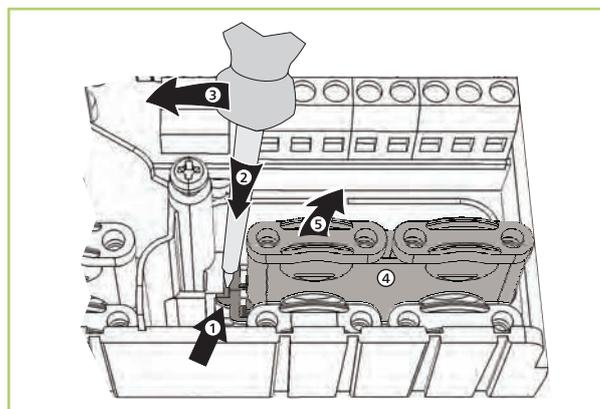

Abb. 32: Rechte Kunststoffbrücke entfernen
1. ➤ Schraubendreher an der rechten Kunststoffbrücke zwischen Gehäuse und Federklemme ① ansetzen ② (Abb. 32).
2. ➤ Schraubendreher vorsichtig nach links drücken ③. Dabei die Federklemme ① nach rechts hebeln, bis die Kunststoffbrücke ④ frei ist.
3. ➤ Kunststoffbrücke mit der freien Hand nach oben herausziehen ⑤.